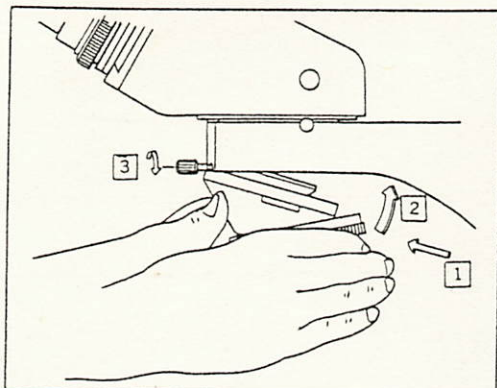

図 28
- ③レボルバクランプねじを十分に緩め、対物レンズの取り付けいたレボルバを図28のように傾むけて、クランプねじ先端を押しながら傾きを直して取り付けます。